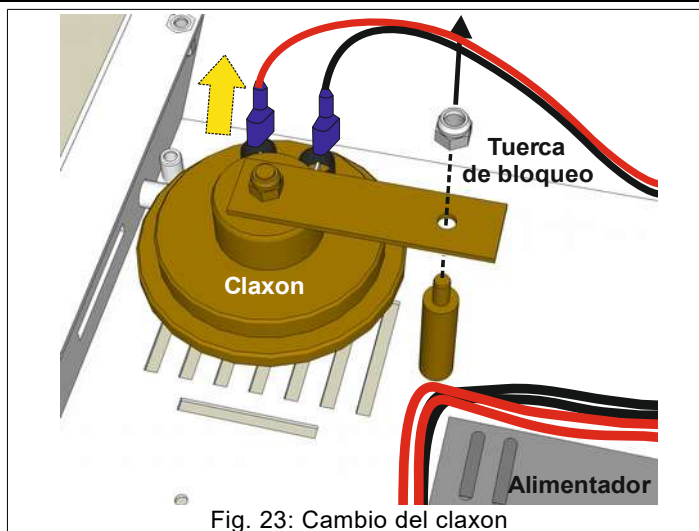

Fig. 23: Cambio del claxon
2. Localice el claxon (Fig. 23) que hay que cambiar y desconecte los cables (rojo: +, negro: -) de los dos conectores.